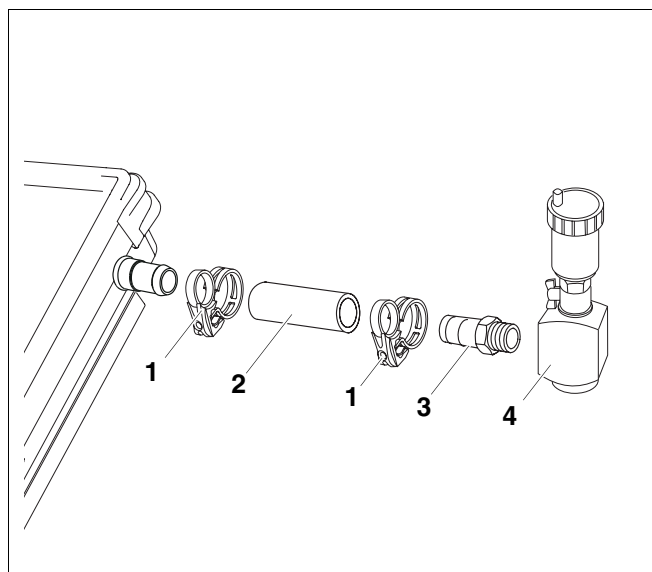

Fig. 45 Ligar o dispositivo de purga à tubagem de impulsão
- ▶ Para a ligação da impulsão (ligação superior do último colector hidráulico) a mangueira solar curta (Fig. 45, **Item 2**) deve estar ligada ao colector com uma abraçadeira de mola (Fig. 45, **Item 1**).
- ▶ Monte o terminal de mangueira fornecido (Fig. 45, **Item 3**) no purgador (Fig. 45, **Item 4**).